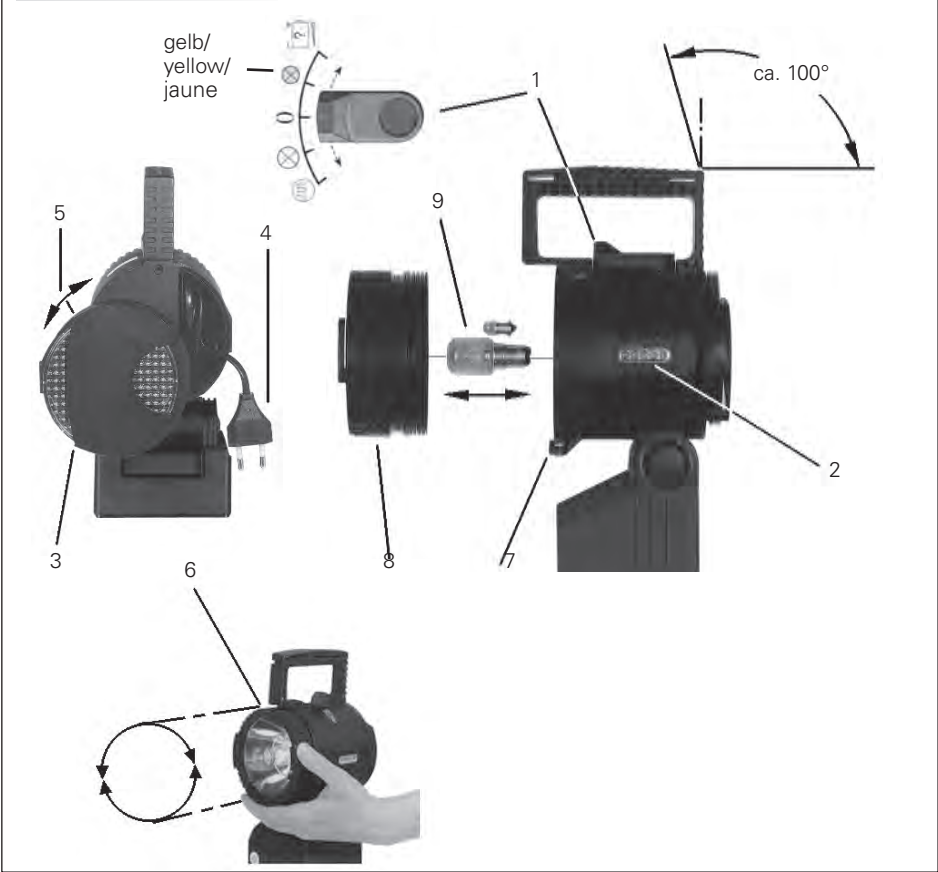

Bild 2 / fig. 2 / Fig. 2
2. Batteriegehäuse (Bild 2)
Zur Erhöhung der Standfestigkeit des Handscheinwerfers kann ein Schieber am Boden der Leuchte nach hinten herausgezogen werden (Seite 2, Bild 2, Pos. 1).